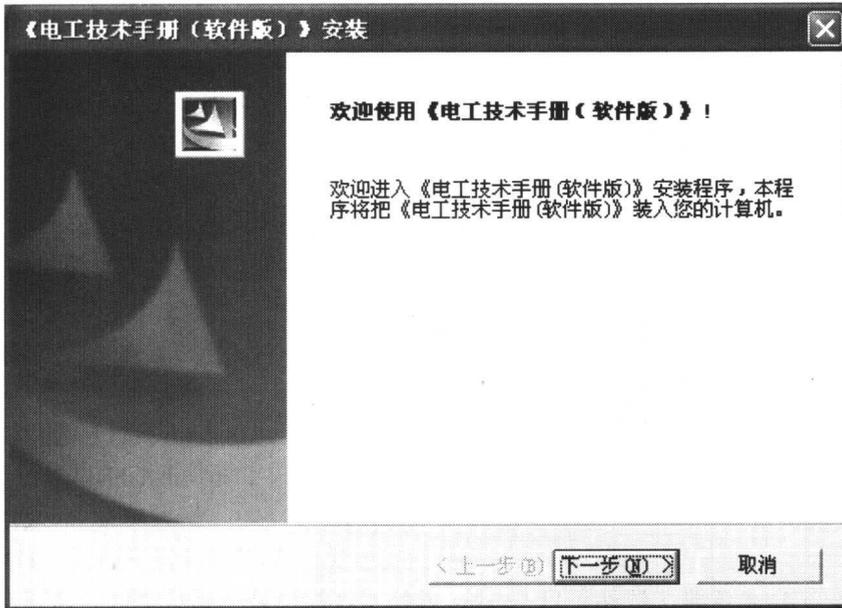

图 1-1 安装向导
- (1) 在 CD-ROM 驱动器中放入《电工技术手册（软件版）》安装光盘。
- (2) 双击安装光盘中的安装程序 Setup.exe，出现欢迎界面，如图 1-1 所示。